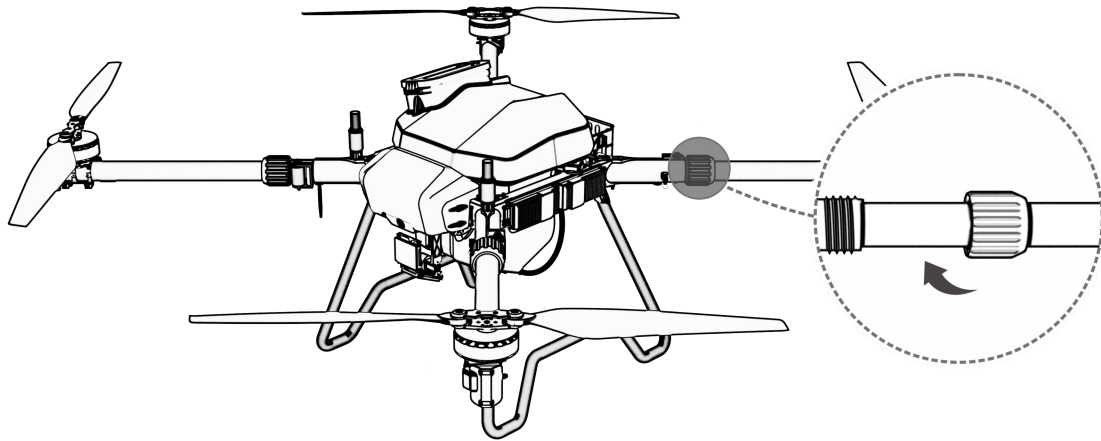

Figura 1-34 Abrazadera de brazo
Step 4: Asegúrate de que el componente de sujeción esté apretado, como se muestra en la Figura 1-34.